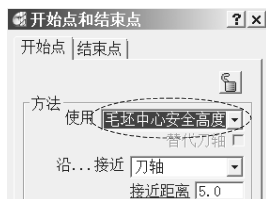
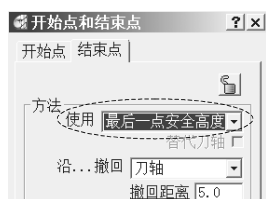

图 3-12 设置开始点
图 3-13 设置结束点
5) 设置加工开始点和结束点: 在 PowerMILL “综合” 工具栏中, 单击“开始点和结束点”按钮, 打开“开始点和结束点”表格。在“开始点”选项卡中, 按图 3-12 所示设置开始点位置。切换到“结束点”选项卡, 按图 3-13 所示设置结束点位置。设置完成后, 单击“接受”按钮退出。